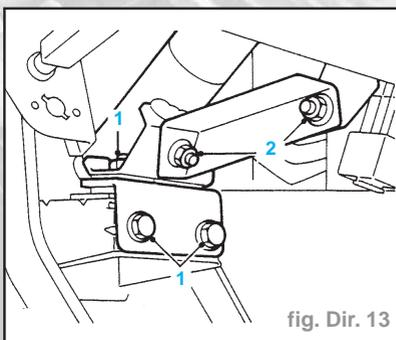

fig. Dir. 13
- Déposer les 4 écrous de fixation (1) de la colonne supérieure au support inférieur (Fig. Dir. 13).